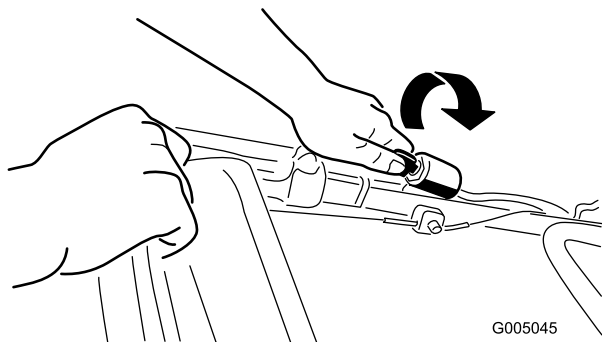

Figure 15
1. Tournez la clé de contact (Figure 15) ou tirez la poignée du lanceur (Figure 16).